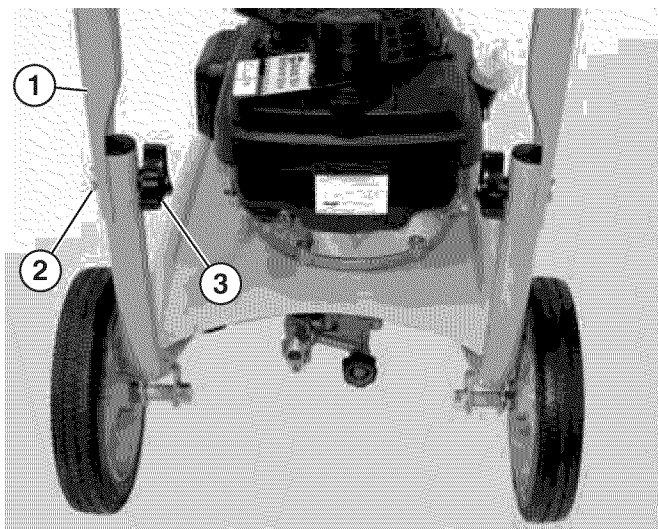

Figura 12 – Instalación de la manija superior
10. Instale la manija superior en la estructura utilizando los pernos y perillas de la manija (Ver Figura 12).